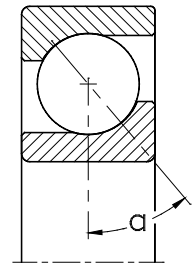

Abb. 2.2
**Einreihige Schrägkugellager** (Abb. 2.2) übertragen Belastungen in einem bestimmten Winkel  $\alpha$  zur Lagerachse. Sie eignen sich für hohe und sehr hohe Drehzahlen und können sowohl radiale als auch axiale bzw. kombinierte Belastungen aufnehmen.